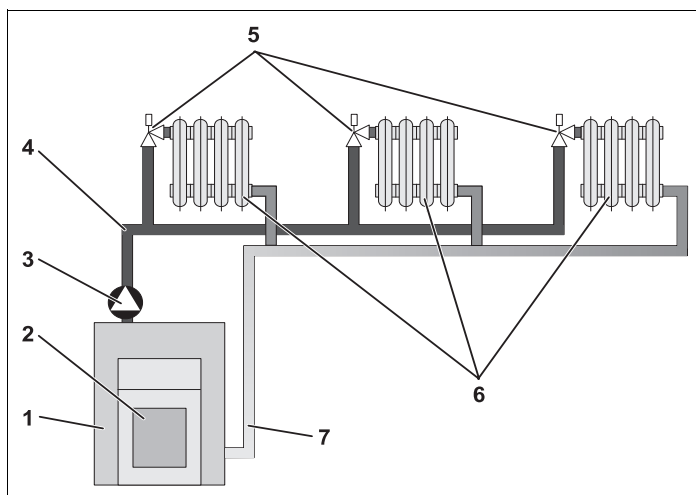

Fig. 1 Schema unei instalații de încălzire cu circuitul de încălzire
În imaginea 1 este reprezentat un circuit de încălzire: Arzătorul (Fig. 1, **Poz. 2**) arde combustibilul (în ziua de azi mai mult gaz sau combustibil lichid) și încălzește apa aflată în cazan. Acest agent termic este pompat (3) prin conducta de tur (4) spre radiatoare (6) de către pompă. Apa încălzită pătrunde în calorifere și cedează o parte din căldura sa. Prin conducta de retur (7) apa încălzită trece din nou în cazan, iar circuitul de încălzire începe din nou.
Un circuit de încălzire descrie circuitul de încălzire care duce apa caldă din cazan prin radiatoare și (Fig. 1 înapoi pagina 5). La un cazan pot fi anexate mai multe curbe de încălzire, ca de ex. un circuit pentru alimentarea radiatoarelor și un altul pentru alimentarea încălzirii pardoselei. Radiatoarele funcționează cu temperaturi mai mari de tur decât încălzirea pardoselii.